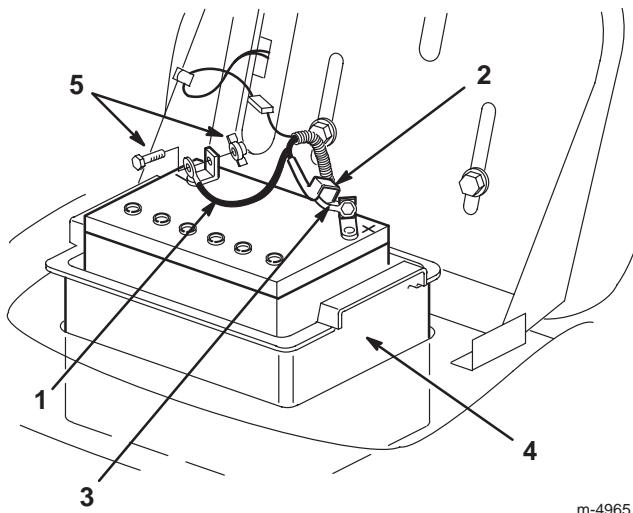

Bild 16
- Klemmen Sie das Minuskabel (schwarz) vom Batteriepol ab (Bild 16).
- Schließen Sie das (schwarze) Minuskabel mit der Schraube und Flügelmutter am (-) Minuspol an (Bild 16).
- Klemmen Sie das (rote) Pluskabel vom Batteriepol ab (Bild 16).
- Entfernen Sie den Batteriekasten und die Batterie aus dem Chassis (Bild 16).
- Bauen Sie den Batteriekasten und die Batterie in das Chassis ein (Bild 16).
- Schließen Sie das Pluskabel (rot) mit der Schraube und der Flügelmutter am (+) Pluspol an (Bild 16).